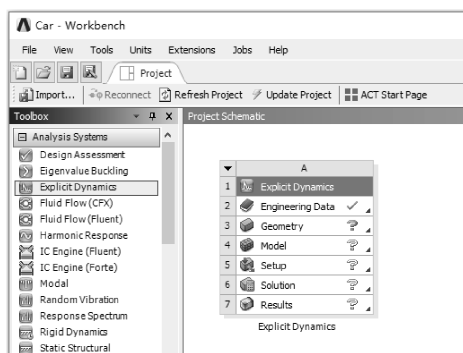

图 6-2 创建显式动力分析
(1) 在工具箱【Toolbox】的【Analysis Systems】中双击或拖动显式动力分析【Explicit Dynamics】到项目分析流程图，如图 6-2 所示。
(2) 在 Workbench 的工具栏中单击【Save】，保存项目实例名为 Car. wbpj。工程实例文件保存在 D:\AWB\Chapter06 文件夹中。